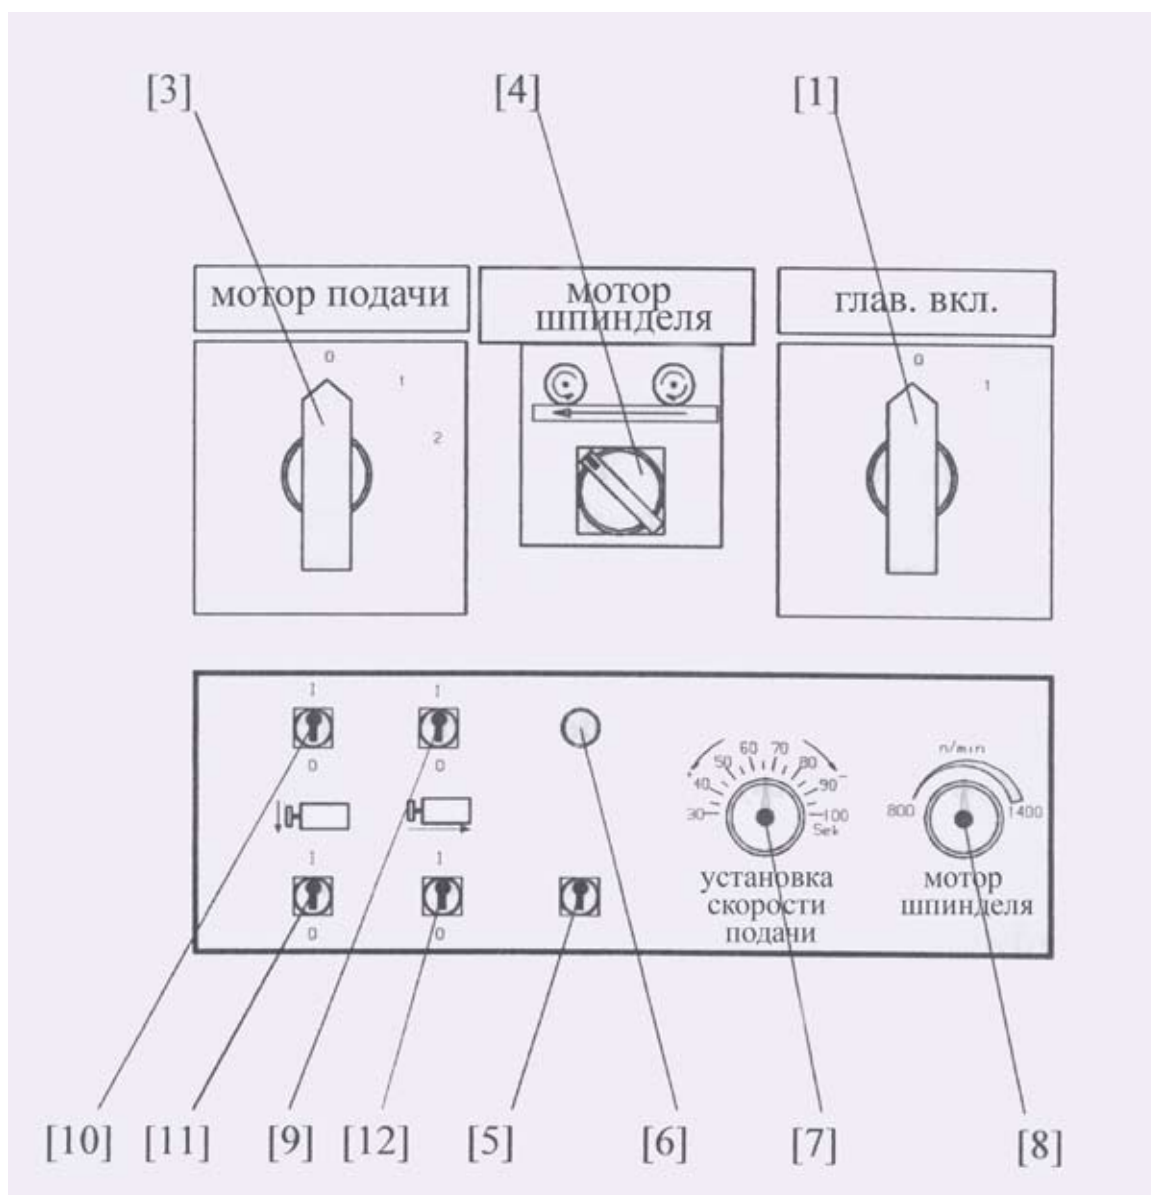

Рис. 7.
5.8. Автоматическая подача круга (см.рис. 7.)